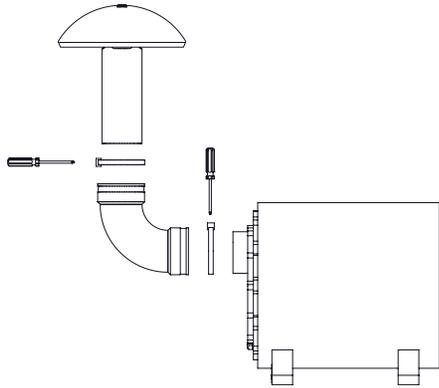

图 14
1. 将带引擎盖的弯头和端口连接到次重低扬声器外壳上，如图 14 所示。